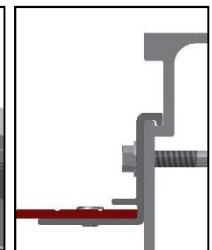

Abbildung 61
- » Sichern Sie zusätzlich in der Mitte jedes Anlagenfeldes die Abschlusslamelle am Abschlusslamellenwinkel mit einer Blind-Niete (Abbildung 61)